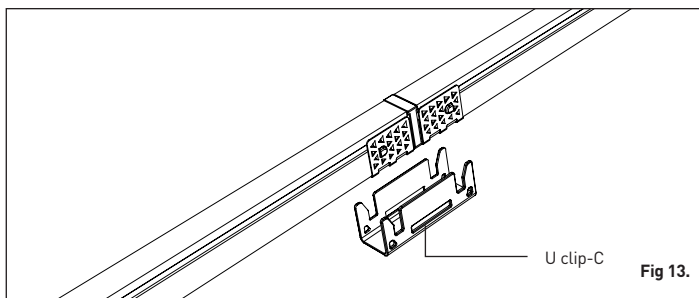
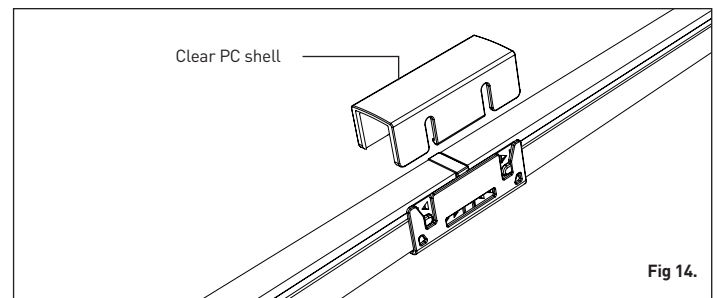

Fig 13.
Fig 14.
4. Install the u clip-c from the bottom and then clear PC shell from the top of the neon strip (Fig 13 and Fig 14).
4. Installez le clip en U C par le bas puis retirez la gaine PC transparente du haut du ruban néon (fig. 13 et fig. 14).
4. Installieren Sie den U Clip-c von unten und dann die durchsichtige PC-Schale von der Oberseite des Neonstreifens (Fig 13 und Fig 14).